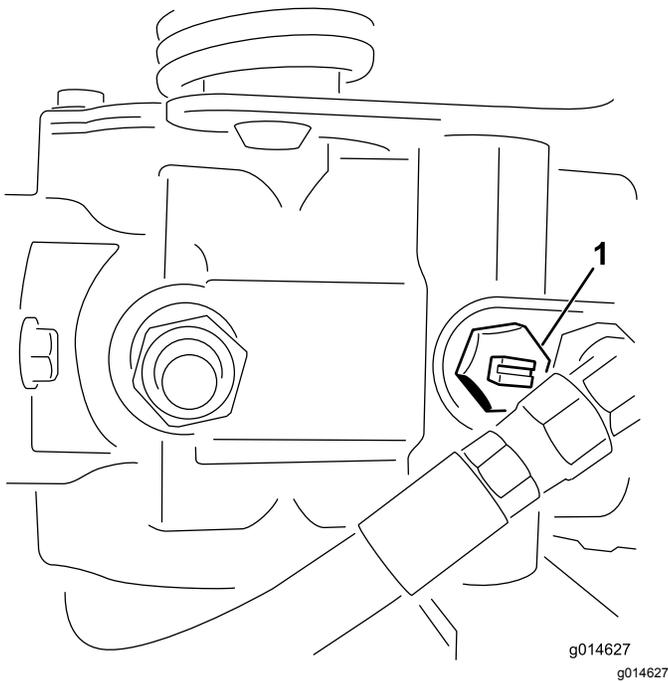

图37
1. 找到并旋转泵上的旁通阀使槽处于垂直位置图37。
2. 启动发动机之前旋转旁通阀使槽处于水平位置这样就可以关闭旁通阀图37。旁通阀打开时切勿启动发动机。